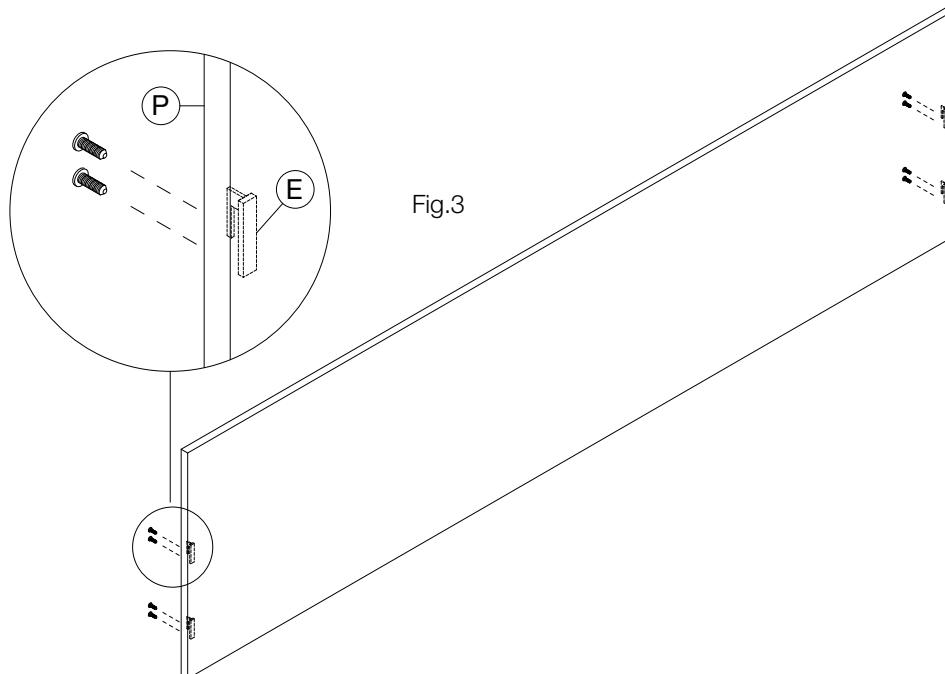

Fig.3
Fissare i n°4 ganci (E) sul lato interno dell'anta (P) con viti autofiletanti legno di adeguata lunghezza (fig.3).
Fix the 4 hooks (E) on the internal side of the door/P/ with self tapping screws of suitable length. (fig.3)
Fixez les 4 crochets (E) sur la face intérieure de la porte (P) à l'aide de vis autotaraudeuses de longueur appropriée (fig. 3).